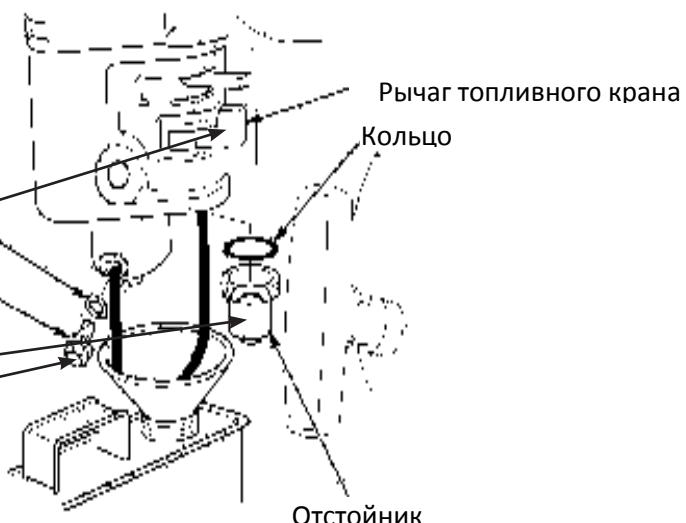

Рис.15
### **ОЧИСТКА ФИЛЬТРА-ОТСТОЙНИКА КАРБЮРАТОРА (Рис.15)**
1. Установите топливный рычаг в положение Off (закрыто) Рис.15